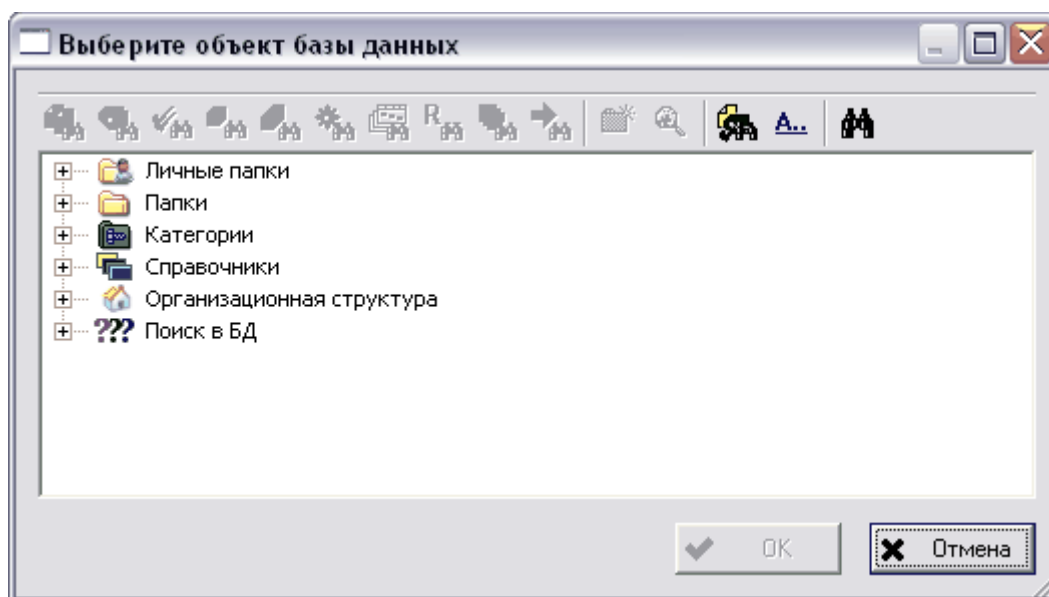

Рис. 284
- **Вложенные элементы** – список вложенных в сообщения элементов. При необходимости к сообщению можно прикрепить ссылку на любой объект БД, а также файл с диска. Для прикрепления ссылки на объект нажмите на кнопку , в появившемся окне выберите объект из списка и нажмите на кнопку **Ок** (Рис. 284).